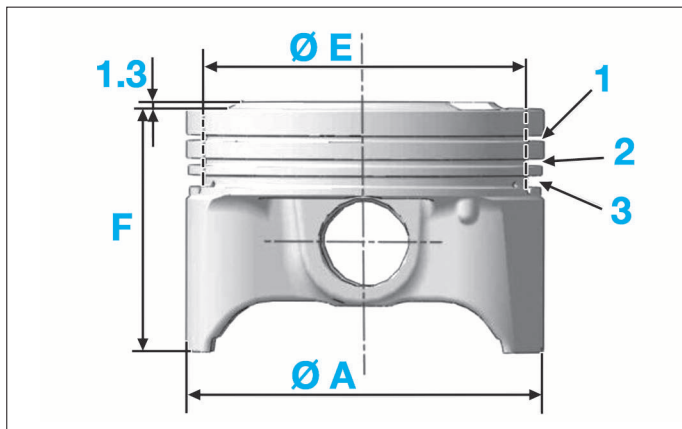

FIG. 16
**Caractéristiques des pistons (mm) (Fig.16)**